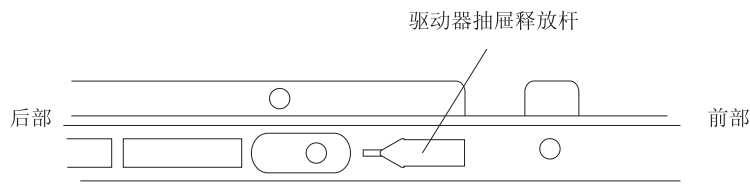

图 96. 驱动器抽屉一侧的驱动器抽屉释放杆
- b. 将驱动器抽屉两侧的驱动器抽屉释放杆（请参阅图 96）朝着您的方向滑动，然后从机柜中卸下驱动器抽屉。